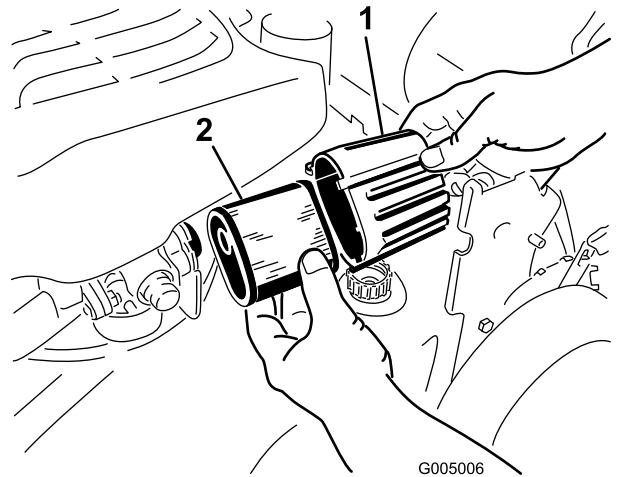

Figure 24
2. Tournez le couvercle du filtre à air pour le déposer (Figure 24).